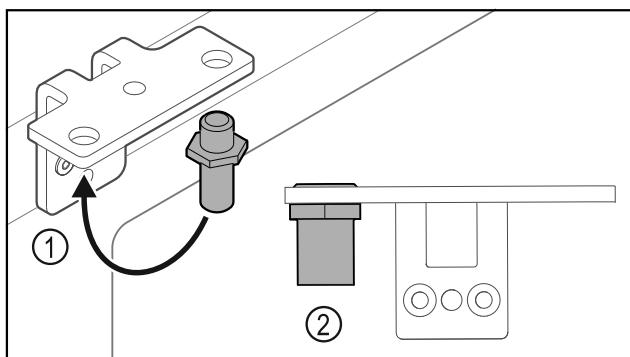

Fig. 22
- Cambiar la posición del perno Fig. 22 (1) en la escuadra de bisagra.
- Apretar el perno Fig. 22 (2) con un **par de 12 Nm**.